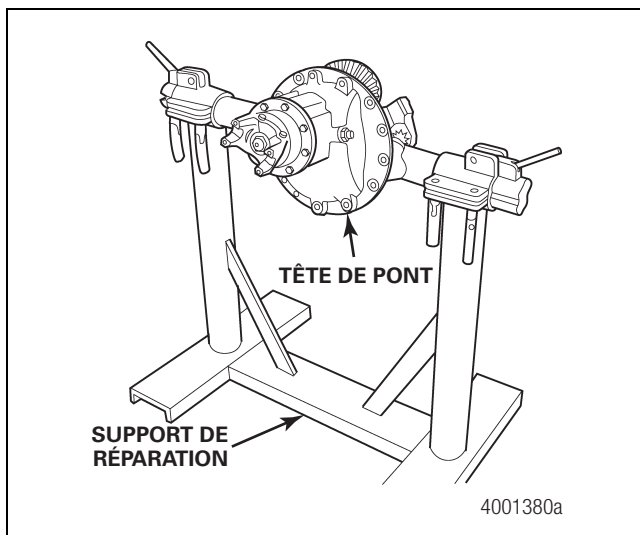

Figure 3.6
15. Utiliser un dispositif de levage approprié pour soulever la tête de pont par la chape ou la bride d'entrée, puis déposer l'ensemble sur un support de réparation pour tête de pont. Figure 3.6.